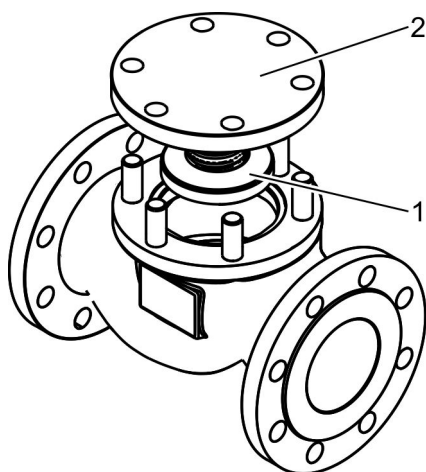

Abb. 10: Absperrorgan einsetzen
9. → Je nach Ausführung der Armatur Rückschlagdeckel (Abb. 10/2) samt Absperrorgan (Abb. 10/1) mit zweiter Person vorsichtig auf die Stiftschrauben des Gehäuses aufstecken.